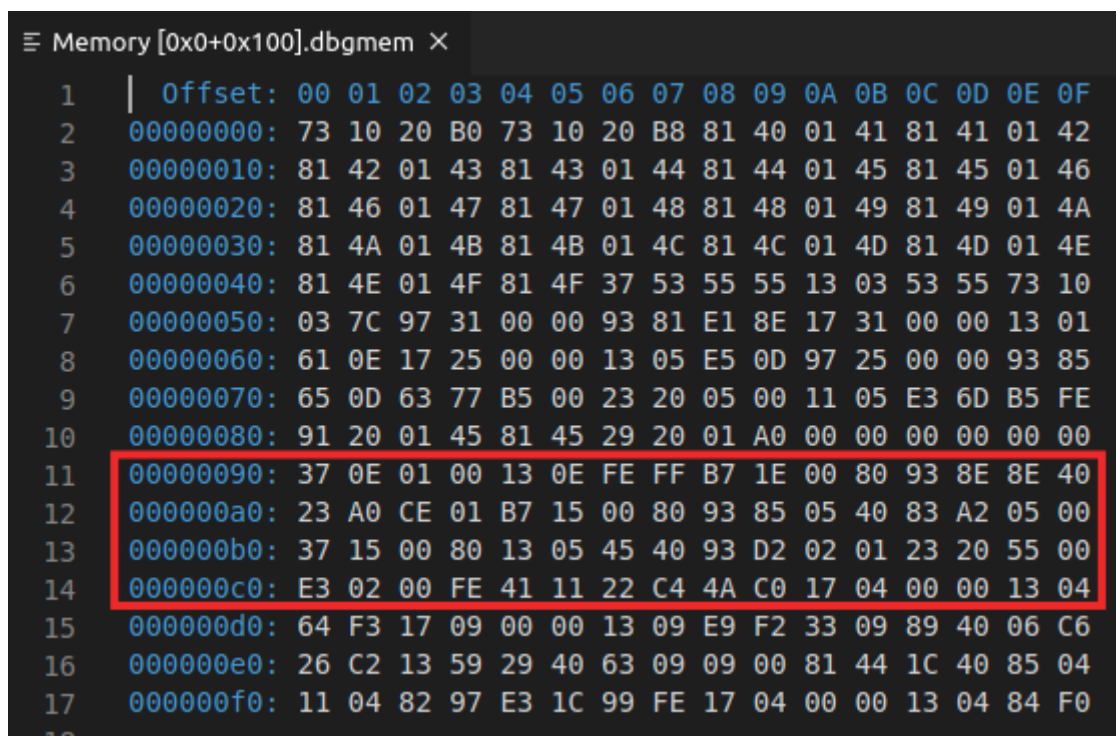

Figura 60. Endereços de memória de 0x0 a 0x100
- f. Pode também visualizar outras posições de memória, como os endereços RAM que armazenam as instruções de máquina do seu programa. Abra outra faixa de memória começando em 0x0 (endereço inicial atribuído à memória RAM) e ocupando 0x100 bytes (Figura 60). Verá as instruções do programa LedsSwitches armazenadas no intervalo de endereços 0x90-0xC4, logo após o programa de arranque (Startup.S).